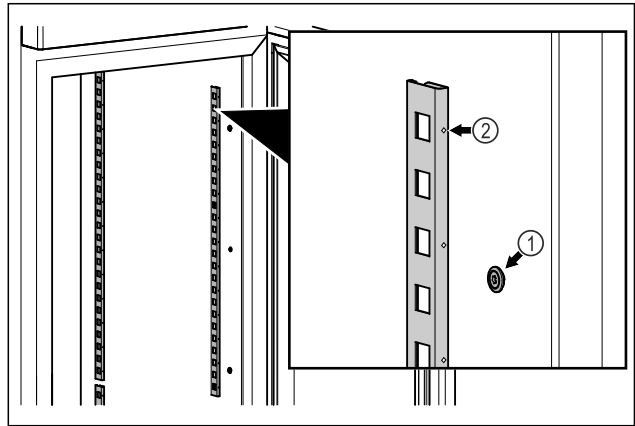

Fig. 83 Esimerkkikuva
- Kiinnitä pidikekiskot Fig. 83 [1] ripustimeen. Merkinnän Fig. 83 [2] on osoitettava eteenpäin.